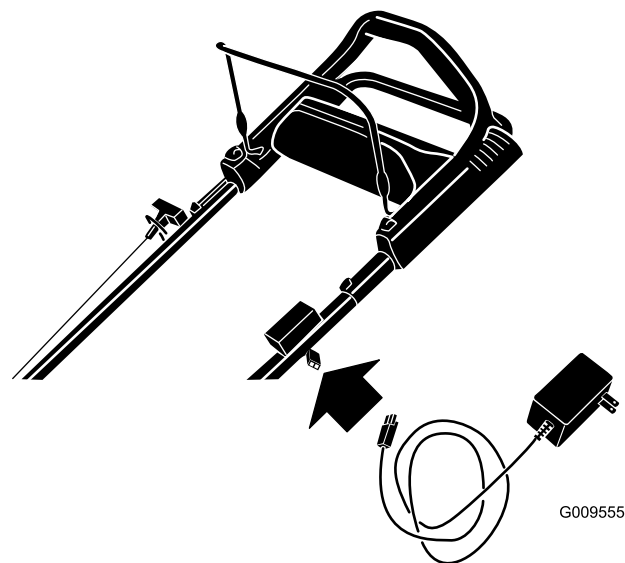

Figure 23
1. Branchez le chargeur sur le faisceau de câblage situé sous la clé de contact (Figure 23).